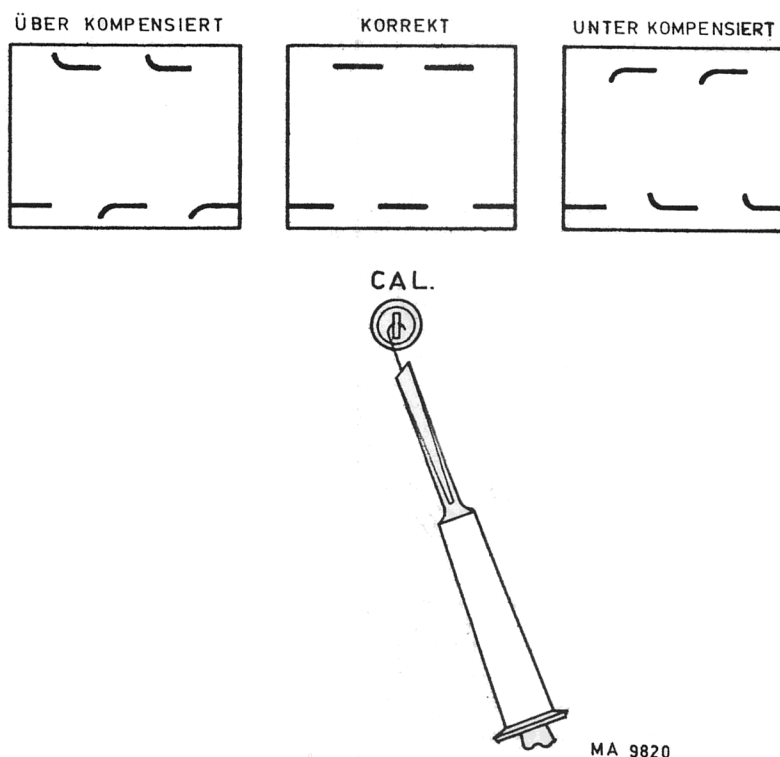

Abb. 2.3. Einstellen des Abschwächer-Messkopfs
Für genaue Einstellung kann der CAL-Ausgangsanschluss verwendet werden (siehe Abb. 2.3.).
- Einen kleinen Schraubenzieher durch das Loch in der Kompensationsdose einstecken und den Trimmer einstellen, um ein einwandfreies Bild zu erhalten (siehe Abb. 2.3.).